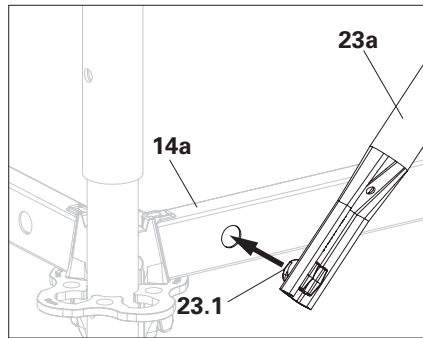

Fig. A4.08a
1. Avvicinare la diagonale verticale con un angolo di circa 45° al corrente orizzontale. (Fig. A4.08a)